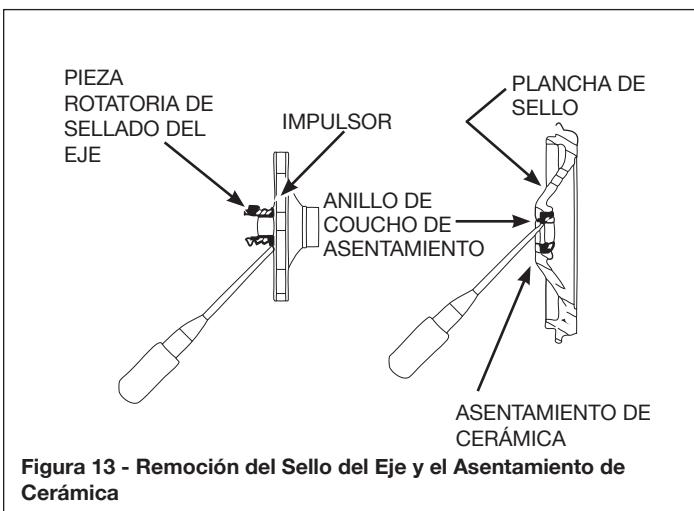

Figura 13 - Remoción del Sello del Eje y el Asentamiento de Cerámica
10. Retire el sello del eje del impulsor, asegúrese de que el manguito de acero inoxidable se desprenda del impulsor; lo único que debe ver en la parte posterior del impulsor es el inserto roscado de color bronce. (Figura 13)
11. Quite el asiento de cerámica y la parte de apoyo de caucho del sello de la placa de sellado de hierro fundido. (Figura 13)